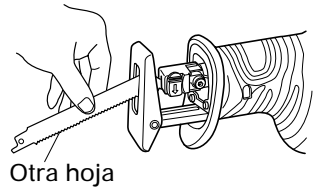

Fig. 11
- (1) Si una parte de la hoja de sierra rota sobresale de la pequeña hendidura del émbolo, extraiga la parte saliente y extraiga la hoja.
- (2) Si la hoja de sierra rota se encuentra oculta dentro de la pequeña hendidura, enganche la hoja rota utilizando la punta de otra hoja de sierra y extráigala. (Fig. 11)